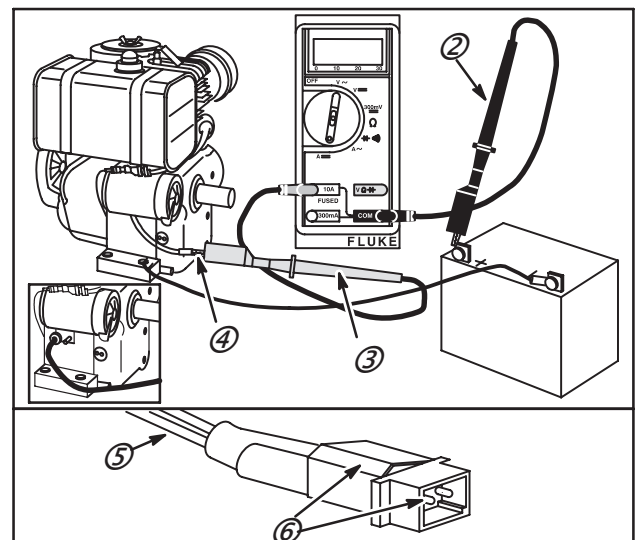

Fig. 17
Voir Fig. 17 pour alternateur Dual Circuit. Le fil ROUGE (5) est la sortie Courant Continu. Le bossage du connecteur indique la borne de sortie C.C. (6)
5. Fixer la pince NOIRE (2) du contrôleur à la borne positive (+) de la batterie ou au fil du faisceau de charge (1).